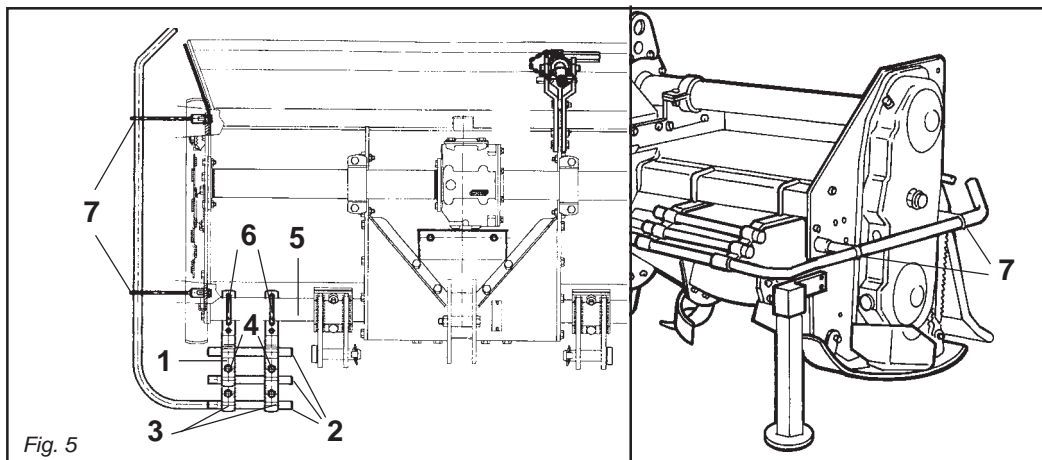

Fig. 5
- Il gruppo delle protezioni, composto dall'attacco (1 Fig. 5) che fa da fermo per i tubi (2 Fig. 5) bloccati dalla staffa (3 Fig. 5) e dalle viti (4 Fig. 5), è fissato al tubo quadro anteriore (5 Fig. 5) mediante i cavallotti (6 Fig. 5), e va posizionato uno a destra e uno a sinistra il più esternamente possibili.
- The protection unit, consisting of the coupling (1 Fig. 5) that acts as a clamp for the pipes (2 Fig. 5) locked by the bracket (3 Fig. 5) and by the screws (4 Fig. 5), is fixed to the square front pipe (5 Fig. 5) by the U-bolts (6 Fig. 5) and should be positioned as far outwards as possible, one on the right and the other on the left.
- Die Gruppe der Schutzvorrichtungen, die sich aus dem Anschluß (1 Abb. 5), der zur Arretierung für die Rohre (2 Abb. 5) dient, die durch den Bügel (3 Abb. 5) blockiert werden, und den Schrauben (4 Abb. 5) zusammensetzt, wird am vorderen Vierkantrohr (5 Abb. 5) mit den U-Bolzen (6 Abb. 5) befestigt. Eine da-
- Le groupe des protections, comprenant l'attelage (1 Fig. 5) qui sert de butée pour les tubes (2 Fig. 5) bloqués par la bride (3 Fig. 5) et par les vis (4 Fig. 5), est fixé au tube carré avant (5 Fig. 5) par des crampons (6 Fig. 5). Positionner une protection à droite et une à gauche, le plus possible à l'extérieur.
- El grupo de las protecciones, compuesto por la conexión (1 Fig. 5) que funciona como bloqueo de los tubos (2 Fig. 5) bloqueados a su vez por el soporte (3 Fig. 5) y por los tornillos (4 Fig. 5), está fijado en el tubo cuadrado anterior (5 Fig. 5) mediante los pernos de U (6 Fig. 5) y debe ser emplazado uno a la derecha y uno a la izquierda lo más externamente posible.
- Lateralmente, su entrambe le fiancate, vanno fissate tramite le viti delle protezioni sagomate (7 Fig. 5).
- *The shaped protections should be fixed laterally with screws to both the sides (7 Fig. 5).*
- Seitlich auf den beiden Seitenteilen sind die geformten Schutzteile (7 Abb. 5) mit Schrauben zu befestigen.
- *Les protections galbées doivent être fixées latéralement, des deux côtés avec les vis des protections (7 Fig. 5).*
- Lateralmente, sobre ambos lados, debemos fijar mediante los tornillos las protecciones molduradas (7 Fig. 5).